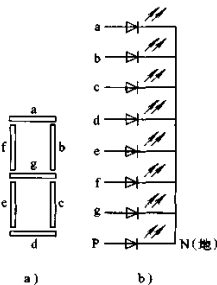

图 5-38 七段数码管符号及排列原理结构示意图
(1) 电路符号和结构。一位七段数码管通常由七段组成，其符号及排列原理结构如图 5-38 所示。